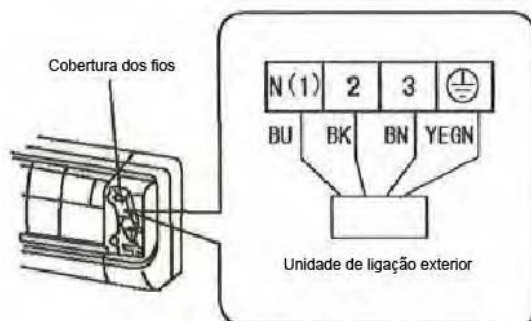

Fig. 6
2. Remova a tampa do compartimento dos fios conforme a Fig. 6.